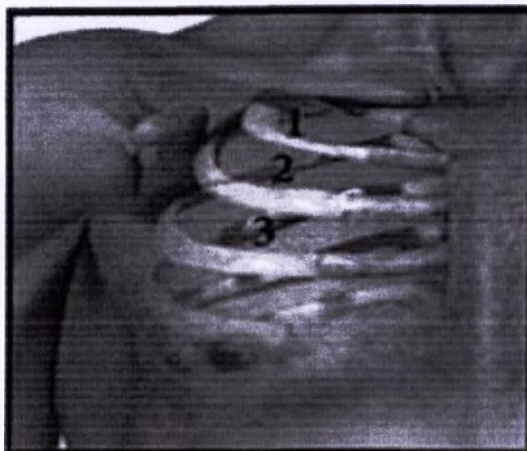

Рис. 2 (1, 2, 3 ребра)
1. Выберите место: определите второе межреберье на передней поверхности грудной клетки по среднеключичной линии на той же стороне, что и повреждение с развитием напряженного пневмоторакса. (Рисунок 2)